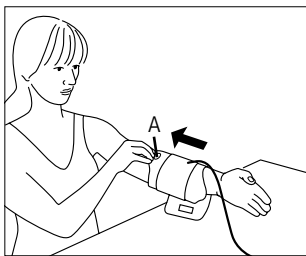

Fig. 1
- La misurazione va eseguita sul braccio nudo. Nel caso di un bracciale con tirante, far passare l'estremità del bracciale attraverso l'anello di metallo in modo da formare un occhiello. In questo caso, la chiusura in velcro deve trovarsi all'esterno. Posizionare il bracciale sul braccio tirando la linguetta A (vedi fig. 1).